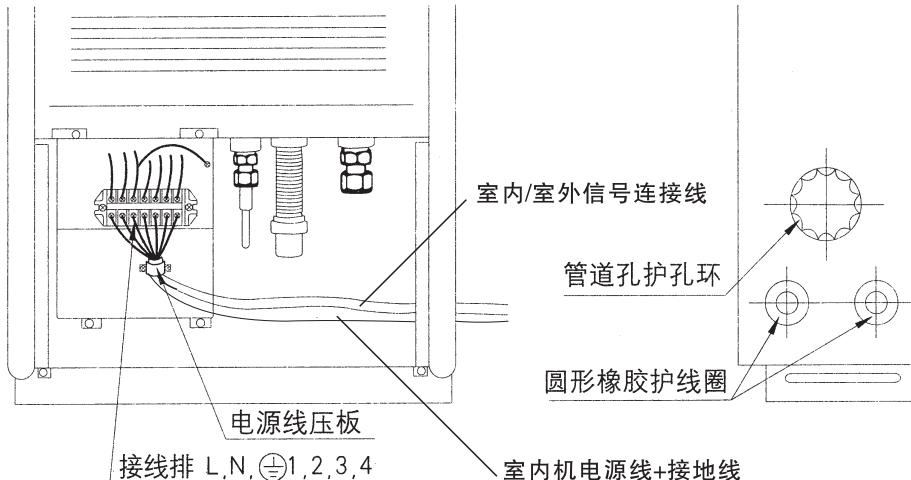

图 14 (此图仅作接线参考用)
- (1) 拆下室内机下部的维修面板：拆下维修面板下部的 2 个螺钉，然后向下拉出维修面板。
- (2) 按图 14 所示，根据电气原理图进行接线。